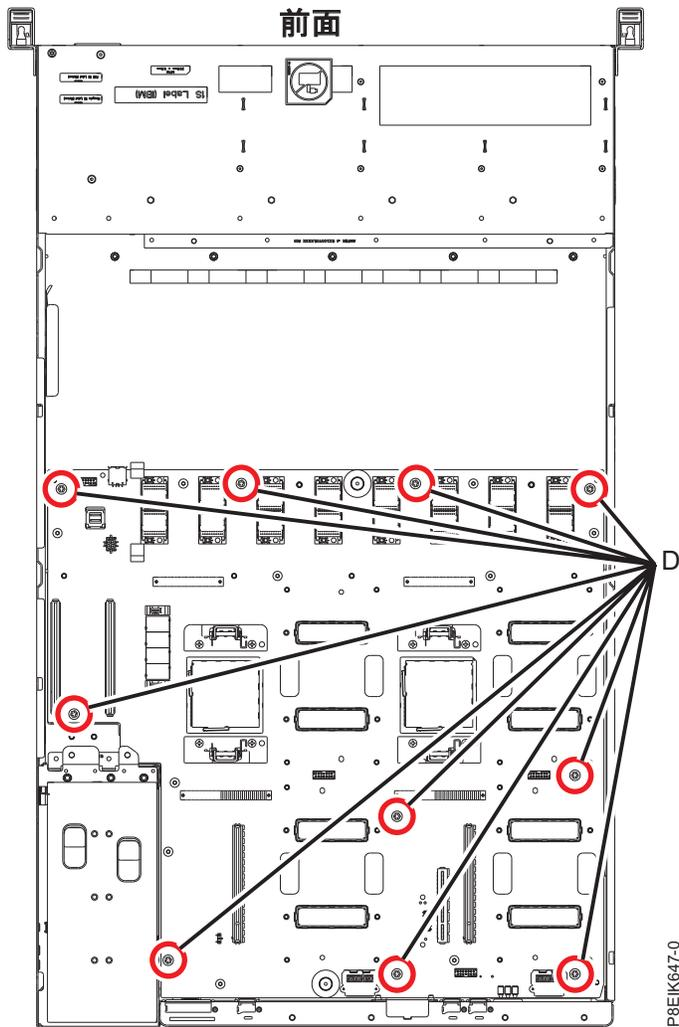

図 144. システム・バックプレーンのねじの位置
15. 10 本の黒色の六角ねじ (D) を緩めて、システム・バックプレーンから取り外します。ねじの位置は 130 ページの図 144 に示しています。